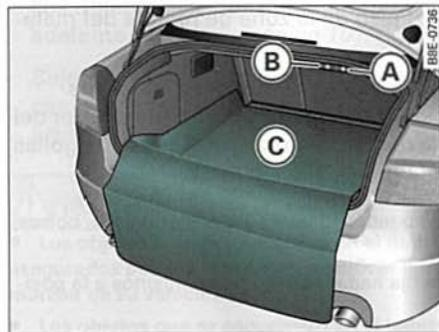

Fig. 100 Bandeja expandida para transportar objetos sucios en el maletero
- Presione la tecla (A) ⇒ fig. 100.
- Extienda la cubierta plegada (C).
La bandeja para transportar objetos sucios en el espacio de carga se compone de una lámina plegable de material sintético que, en caso necesario, puede extenderse por toda la superficie de carga y por encima del parachoques ⇒ fig. 100. La cubierta de protección para el respaldo puede utilizarse por separado, sin la cubierta del espacio de carga. Se compone de dos partes y puede plegarse para cubrir 1/3 o bien 2/3 del respaldo.